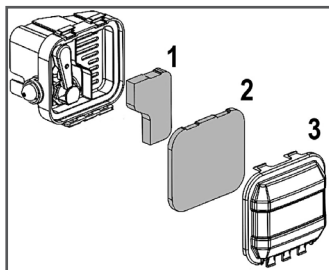

Рис. 9 Воздушный фильтр G140VK
1. Нажмите на фиксаторы и снимите крышку 3 воздушного фильтра (Рис. 9).
2. Извлеките предварительный фильтрующий элемент 2 (Рис. 9).
3. Извлеките основной фильтрующий элемент 1 (Рис. 9).